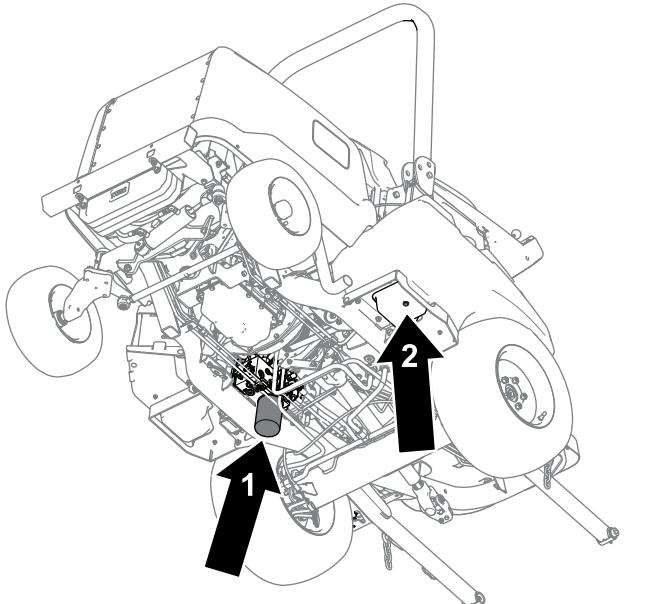

Figura 80
4. Retire el tapón de vaciado (Figura 80) de la parte inferior del depósito y deje que se drene el aceite hidráulico al recipiente.
6. Coloque un recipiente recipiente de vaciado debajo del filtro (Figura 80), retire el filtro y deje que se drene el aceite restante en el recipiente.